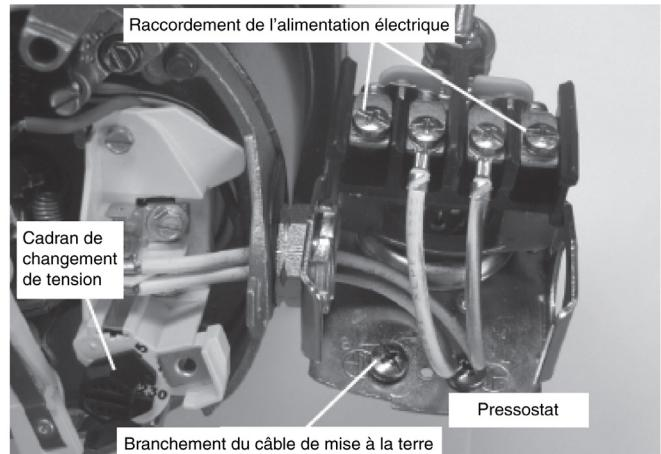

Figure 16 : Tension réglée à 230 V, type de cadran
3. Fixez les fils d'alimentation entrants aux deux vis extérieures du pressostat, comme illustré à la figure 16.
4. Fixez le fil de terre à l'un des raccordements de mise à la terre, comme illustré à la figure 16.
1. Raccordez d'abord le fil de terre comme illustré à la figure 16. Le fil de terre doit être un fil de cuivre massif d'un calibre identique ou supérieur à celui des fils d'alimentation.
4. Raccordez les fils d'alimentation au pressostat comme illustré à la figure 16.